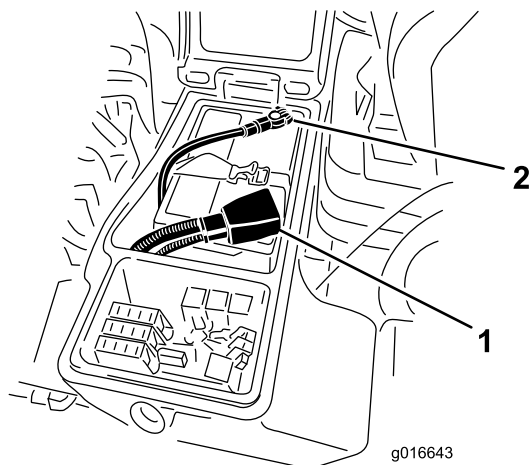

図 133
- バッテリーのマイナスケーブルを外す **図 133**。